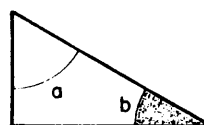

Fig. 21
- c) Tiene los dos ángulos menores desiguales pero los dos juntos, valen también un recto (figs. 21 y 22).